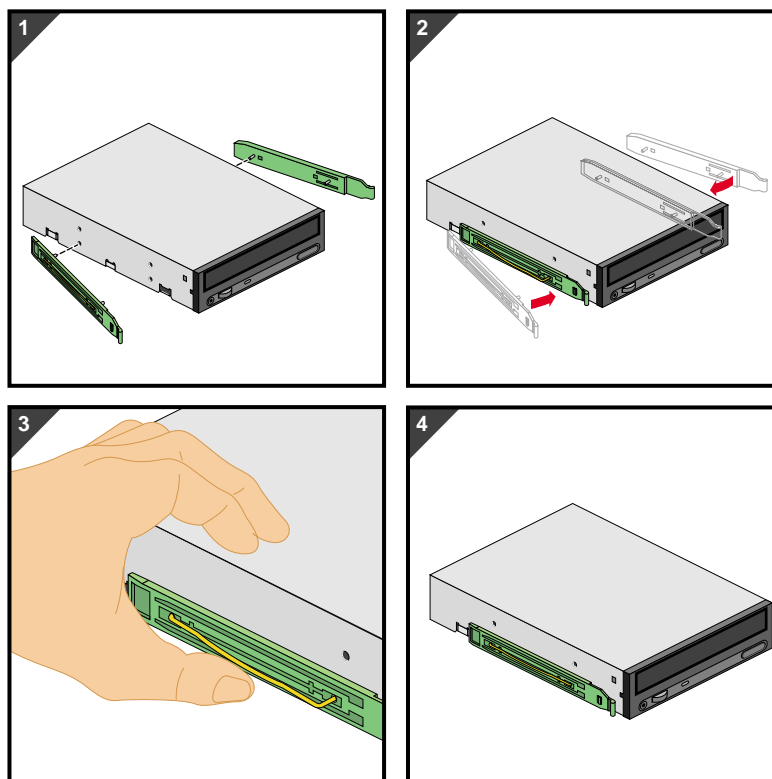

図 2-3 ドライブレールの5.25インチドライブへの装着
3. ドライブにドライブレールを装着するには、ドライブレールのワイヤークリップの1方の端をドライブのネジ穴にはめ込みます。ドライブレールの真ん中をそっと押して、ワイヤークリップのもう一方の端をネジ穴にきちんとはめ込みます。図2-3に、その手順を図示します。